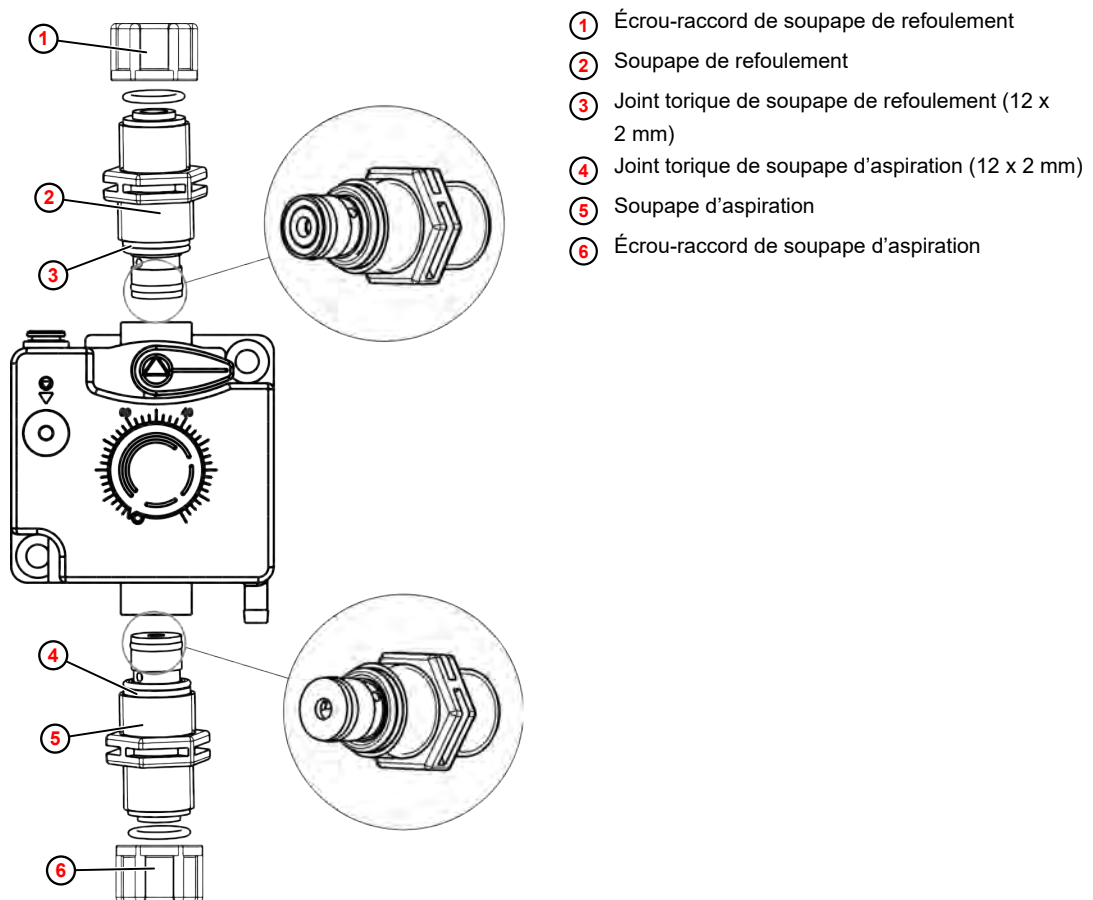

Fig. 18 : Remplacement des soupapes d'aspiration et de refoulement
1. ➤ Démontez la partie supérieure de la pompe ② comme décrit au chapitre *Remplacement de la cartouche de membrane*.
2. ➤ Dévissez la soupape d'aspiration ⑩ et la soupape de refoulement ⑨ à l'aide d'une clé plate (ouverture 22).
3. ➤ Nettoyez la cartouche de membrane ③ au niveau des surfaces d'appui ⑧ sur la partie supérieure de la pompe ②.
5. ➤ Vissez la soupape d'aspiration ⑩ et la soupape de refoulement ⑨ avec des joints toriques neufs (Fig. 18 , ③ , ④) et les serrez à fond.